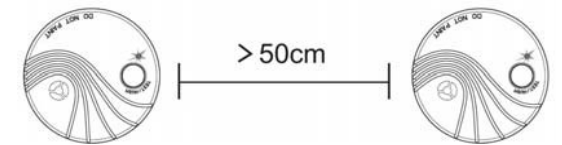

Fig. 12
5. Invänta resultatet enligt Fig. 12. De två brandvarnarna parkopplas trådlöst under denna tid. Parkopplingen av brandvarnarna tar cirka 60 sekunder.